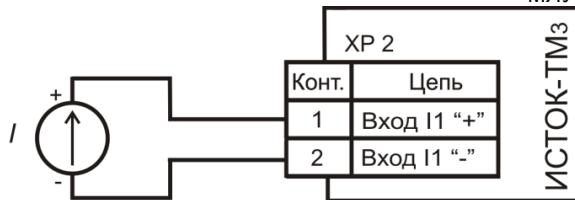

Рисунок 1.3 – Пример подключения датчика к **Ibx «01»** вычислителя
1.6.2 Подключение к **ИВх «01» - «08»** датчиков с токовым выходным сигналом (ДД, ДпД, расходомеров) выполняется по двухпроводной схеме с соблюдением полярности подключения (см. рисунок 1.3).